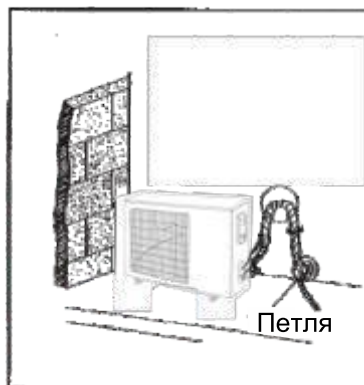

Рис. 4.17
- (2). Если наружный блок расположен выше внутреннего блока (См. Рис. 4.17)